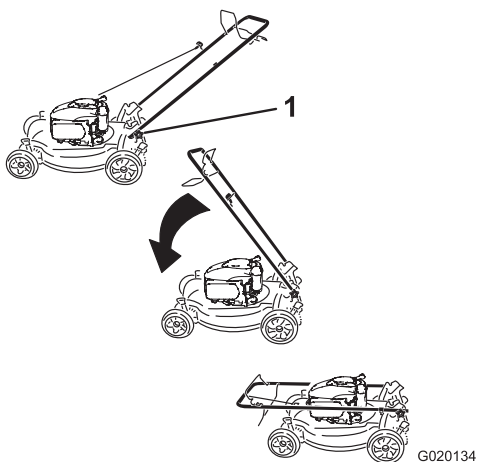

Figure 29
1. Desserrez les boutons du guidon jusqu'à ce que le guidon bouge librement (Figure 29).
1. Bouton du guidon (2)
2. Pliez le guidon en avant de la manière indiquée (Figure 29).